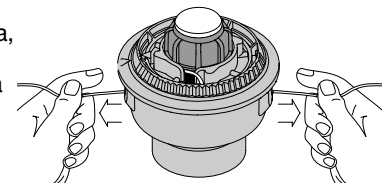

Fig. 20
9. Si el bobinado de la línea se torna dificultoso o la línea se enreda, tire de los extremos de la línea de la bobina. Continúe bobinando el carrete interior en sentido antihorario (Fig. 20).
Si el SpeedSpool® no suelta línea en forma correcta, tire firmemente de los extremos de la línea de la bobina (Fig. 20). Si al hacer esto la línea no se suelta, siga las instrucciones de *limpieza del SpeedSpool®* a continuación.